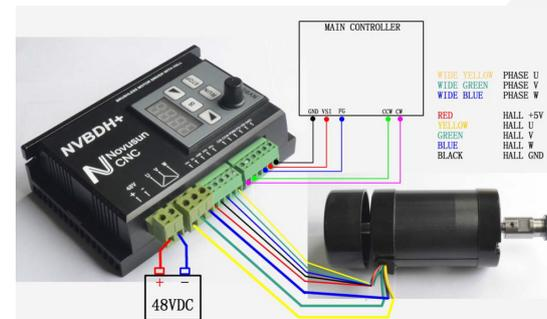

Рис. 2.2 Подключение драйвера NVBDH+ с внешними аналоговыми входами управления скоростью и режимом «Старт/Стоп»
**2 режим:** внешние аналоговые входы управления скоростью и режимом «Старт/Стоп» (рисунок 2.2). VSI – аналоговое устройство управления скоростью, подключается к разъему аналогового выхода контроллера; разъемы включения вращения шпинделя по часовой стрелке (CW) и против часовой стрелки (CCW) показаны на рисунке 2.2.